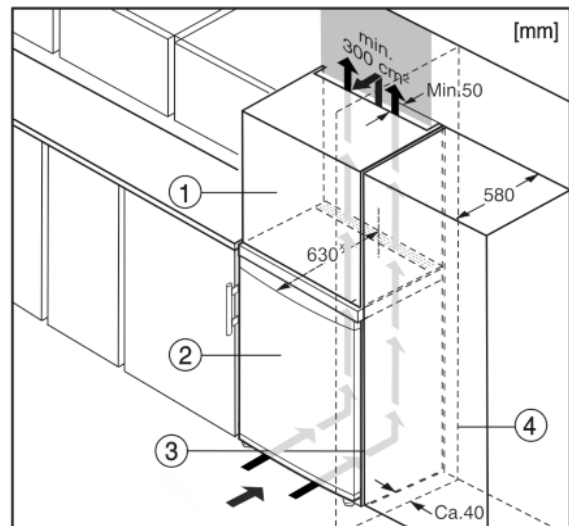

Fig. 6
A készüléket körbe lehet építeni konyhaszekrényekkel. Rá lehet szerelni egy rátétszekrényt Fig. 6 (1), hogy a készüléket Fig. 6 (2) a konyhabútorok magasságához igazítsa.
Ha a berendezést (max. 580 mm mélységű) konyhaszekrényekkel építi körül, akkor közvetlenül a konyhaszekrény Fig. 6 (3) mellett is felállíthatja. A készülék oldalirányban 34 mm x, a közepétől pedig 50 mm x távolságban nyúlik túl a konyhaszekrény előlapjához képest.
Mikor a berendezést a csuklópántokkal egy fal Fig. 6 (4) mellett állítja fel, akkor a berendezés és a fal közti távolság legalább 40 mm legyen. Ez nyitott ajtó esetén megfelel a fogantyú túlnyúlásának.\*